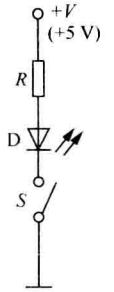

图 1.14
1.7 在图 1.14 所示电路中，发光二极管导通电压 $U_D = 1.5 \text{ V}$ ，正向电流在 5 ~ 15 mA 时才能正常工作。试问：